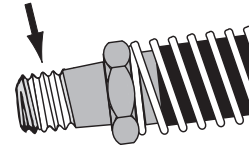

Figura 4
**NOTA:** Envuelva la conexión con 1 1/2 vueltas de cinta de teflón, dejando la primera rosca sin cubrir para evitar que pedazos de la cinta se rompan y se desprendan, penetrando en el sistema hidráulico y causando daños. Vea la Figura 4.